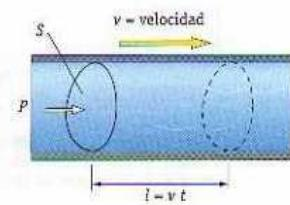

Fig. 16.21. Determinación del caudal en función de la sección y la velocidad.
El caudal (Q) que es capaz de proporcionar una bomba hidráulica se suele medir en litros por minuto (Fig. 16.21).